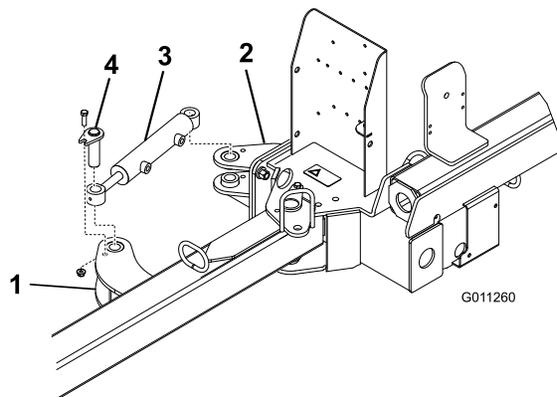

図 6
2. 油圧シリンダのそれぞれの端をアクチュエータタブに取り付けるピンアセンブリ、ボルト $\frac{3}{8}$ x $1\frac{1}{4}$ "、フランジナット $\frac{3}{8}$ " 図 6。